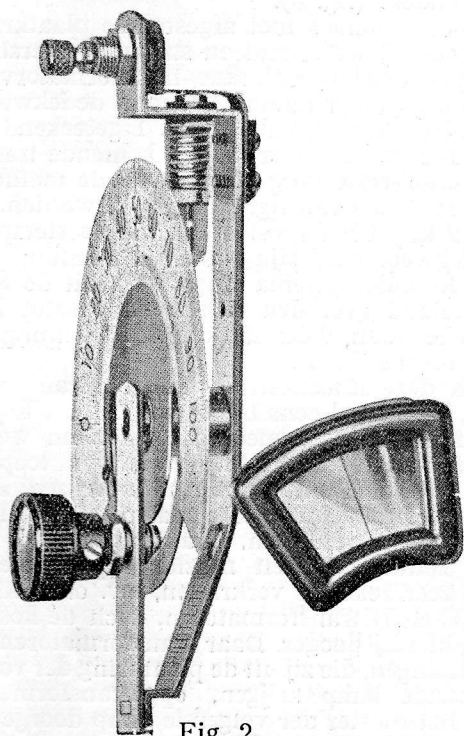

Fig. 2.
2. Pilot fijnregelknop met verlichte schaal. (zie fig. 2).